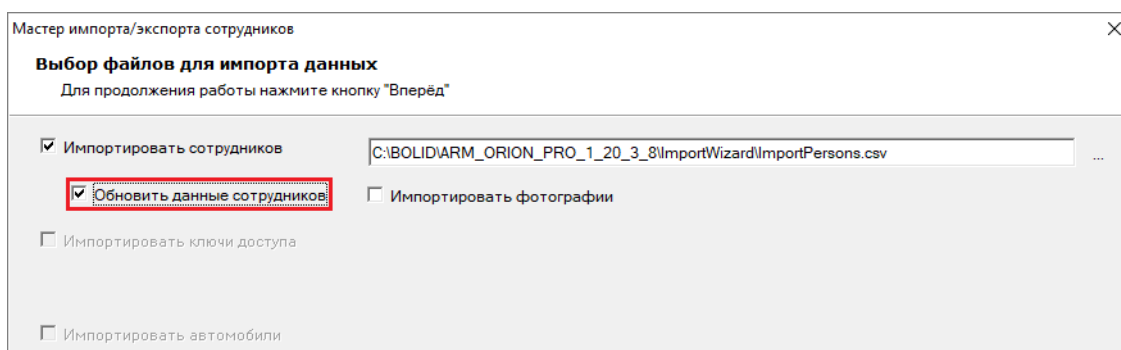

Рисунок 15-12 Выбор обновления данных персонала
- **Обновить данные сотрудников** – установите флаг напротив этого параметра (см. Рисунок 15-12), чтобы осуществить импорт данных персонала в режиме обновления существующих записей. В режиме обновления данных персонала импорт идентификаторов и автомобилей недоступен;